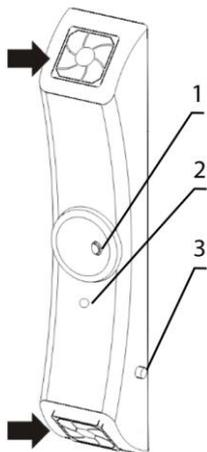

Рисунок 4. Внешний вид UVR-M
- 5.1.1. Подключите сетевой кабель к сетевой розетке с заземлением. Включите прибор переключателем питания (рис. 4/1).
- 5.1.2. Прибор автоматически запустит рециркулятор. Зажжённый индикатор (рис. 4/2) показывает, что УФ лампа работает.
- 5.1.4. **Отказ ламп.** При возникновении проблем с УФ лампой, прибор перестаёт работать до тех пор, пока не будет заменена УФ лампа. Проверьте индикатор (рис. 4/2) чтобы установить, работает ли лампа. Для замены, смотрите **8.6**.
- 8.3. **Проверка и замена пылевых фильтров.** Пылевые фильтры на торцах УФ рециркулятора требуют ежемесячной проверки. Для проверки, чистки или замены фильтров, снимите пластиковые крышки с торцов (рис. 4/➔) прибора, при необходимости замените на новый. Промойте водой фильтры, просушите и установите их и крышки обратно. Данная операция проводится пользователем.
- 8.6. **Замена УФ лампы.** Замену УФ лампы могут проводить только сервис-инженеры и специалисты, прошедшие специальную подготовку. Замена необходима при неисправности лампы или окончания срока службы. Используйте индикатор работы УФ лампы, расположенный посередине рециркулятора (рис. 4/2 или 5/8) для проверки ламп внутри. Если при включенном рециркуляторе индикатор светится, лампа исправна. Если нет, замените лампы, одну для модели **UVR-M**, обе - для модели **UVR-Mi**.
- 8.7. **Замена предохранителя.** Замену предохранителя могут проводить только сервис-инженеры и специалисты, прошедшие специальную подготовку. Отсоедините прибор от электросети и отвинтите крышку держателя предохранителя (рис. 4/3 или 5/10). Проверьте предохранитель и замените при необходимости.